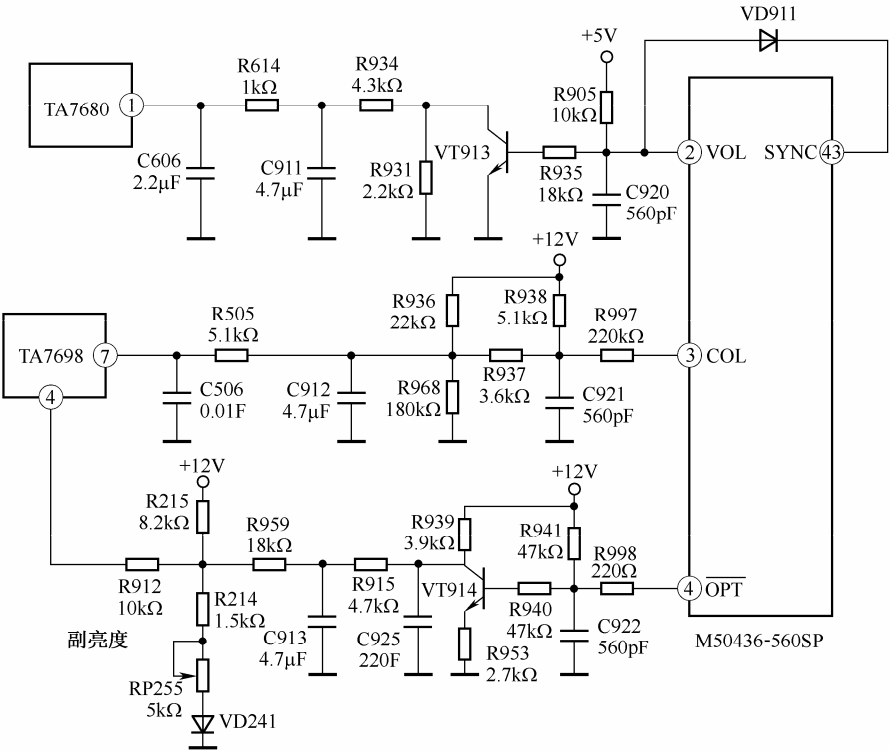

图 3-32 模拟量控制电路
通常将连续变化的控制称为模拟量控制，如电视机中的音量、亮度、色饱和度控制等。M50436-560SP 模拟量控制电路如图 3-32 所示，其②脚、③脚、④脚各能输出 64 级脉冲宽度